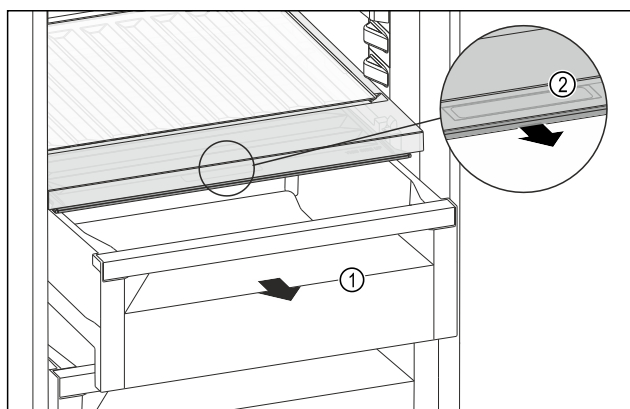

Fig. 172
- Estrarre il cassetto Fig. 172 (1).
- Afferrare la maniglia incassata Fig. 172 (2) sul coperchio dello scomparto e tirare allo stesso tempo in avanti il coperchio dello scomparto.